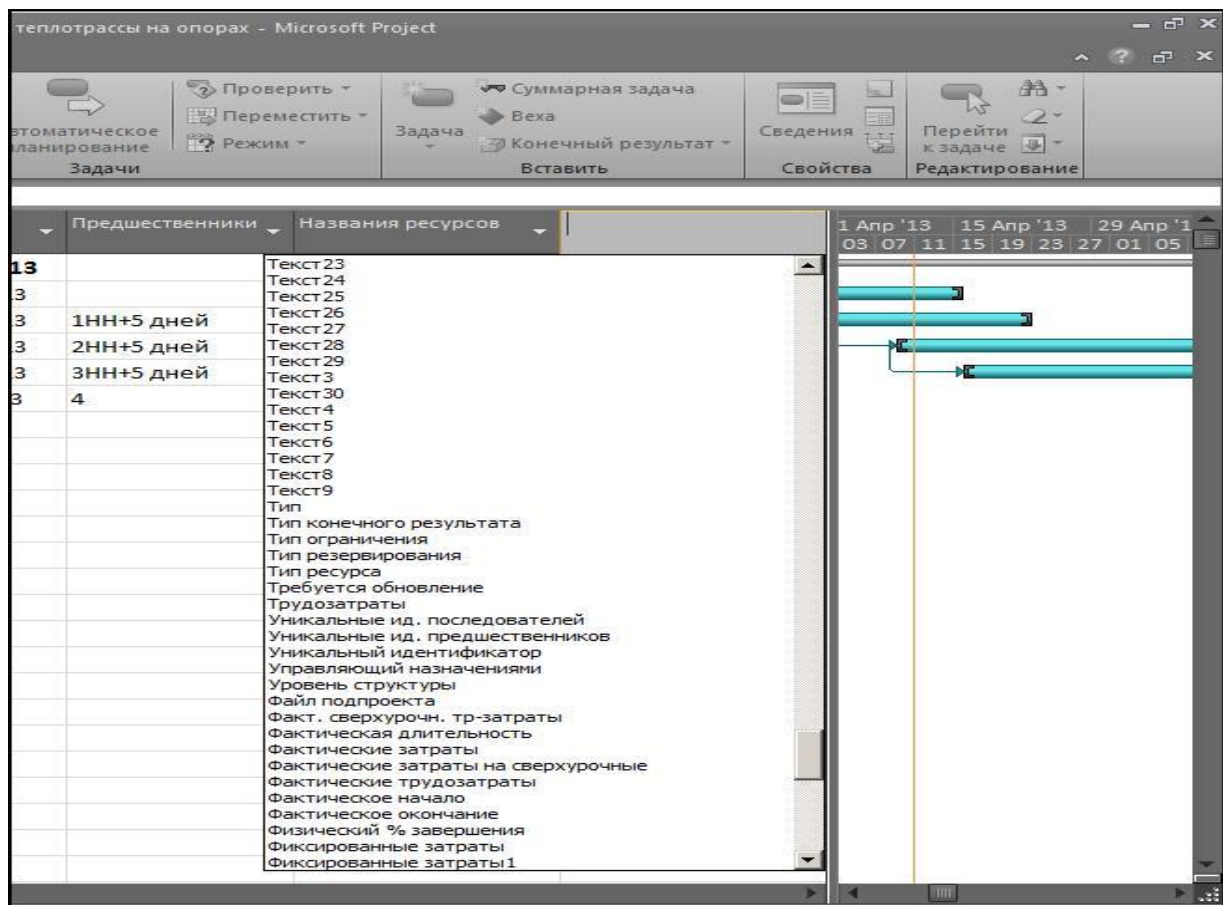

Рис. 14 Создание столбца «Трудозатраты»
4) В открывшемся списке выбрать пункт «Трудозатраты» (рис.14);